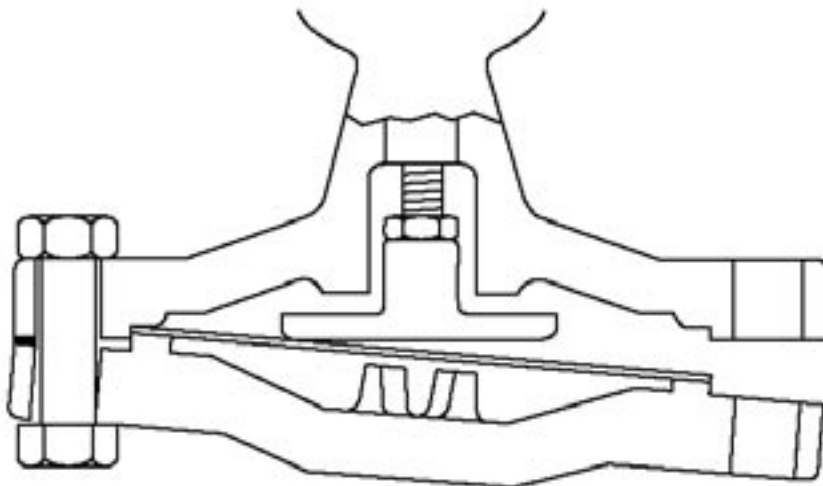

Fig. 6
3. Dévisser les boulons et écrous M12 (23) et déposer la chambre inférieure (22) et le plateau de la membrane et l'ensemble tige poussoir (25 et 26).
5. Remettre en place le plateau de la membrane, l'ensemble tige poussoir (25 et 26) et fixer la chambre inférieure (22) par les boulons de part et d'autre de la tuyauterie de contrôle (fig. 6). (Le téton de la tuyauterie de contrôle se trouve dans le trou prévu dans la chambre supérieure).